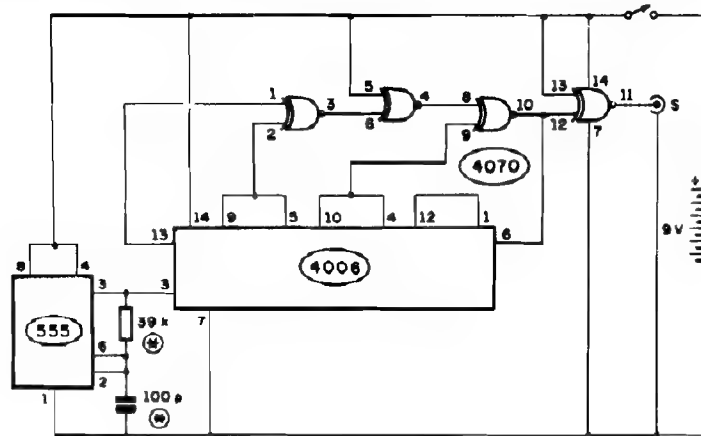

Fig. 1
- FIG. 1 - O CIRCUITO - A teoria do circuito do GRUB é bem mais complexa do que parece, e assim não entraremos em detalhes "matemáticos" chatos... Explicaremos a "coisa" em blocos, de modo di-